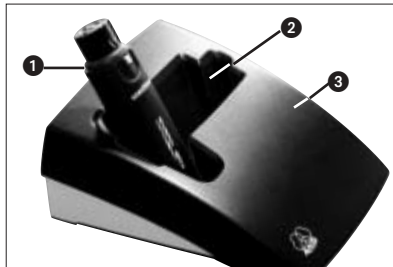

Fig. 2: SO 40
**Importante (SO 40 - fig. 2): Staccate l'SO 40 dal microfono prima di inserirlo nella stazione di carica, altrimenti c'è il pericolo che la stazione di carica si ribalti e il trasmettitore esca dalla sede.**
**Inserite il trasmettitore nella stazione di carica come raffigurato nelle figure 2 - 4.**